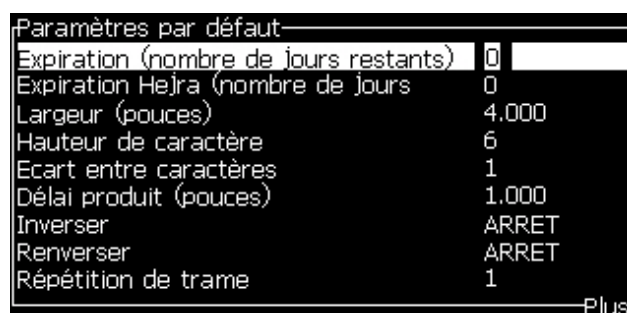

Figure 5-10: Boîte de dialogue Paramètres par défaut
Les différents paramètres qui sont disponibles dans *Paramètres > par défaut des messages*) sont indiqués ci-après Tableau 5-10, et Figure 5-10 à la page 5-28.
- 2 Dans le menu message, sélectionner « Paramètres du message » (Figure 5-10 à la page 5-28) pour modifier les valeurs.
- 2 Sous le menu *Messages*, sélectionnez les Paramètres Message (Figure 5-10 à la page 5-28) pour éditer les valeurs.